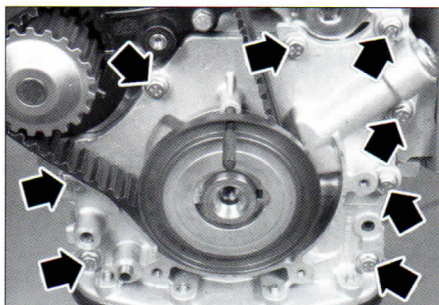

FIG. 13
- los ocho tornillos de la bomba de aceite en el extremo de cigüeñal (fig. 13).